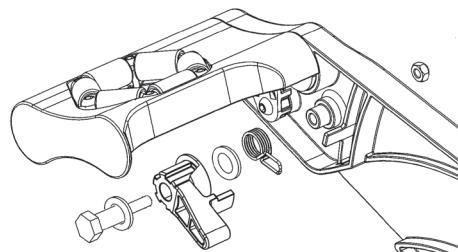

Рис. 18
- Снять гайку крепления защелки (рис. 18).